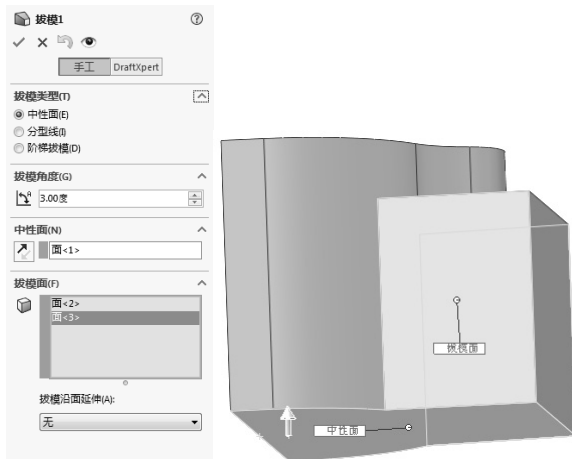
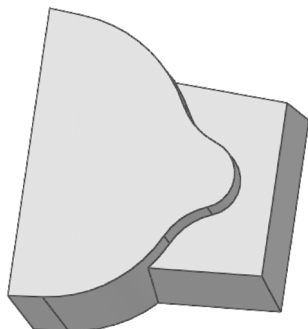

图 6-88 选择拔模面
图 6-89 拔模结果
7) 拔模其他实体。重复上述步骤继续进行拔模操作。在右侧绘图区选择步骤 5) 创建拉伸体的下表面为中性面, 两侧面为拔模面, 如图 6-88 所示, 输入拔模角度“3”, 单击属性管理器中的 (确定) 按钮, 结果如图 6-89 所示。